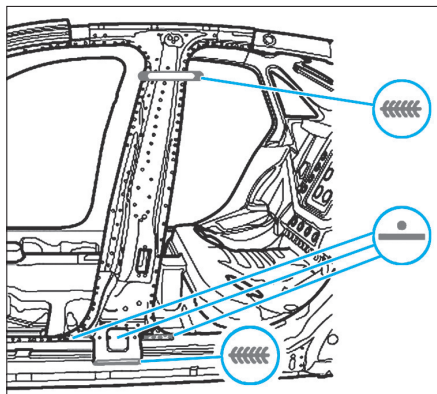

FIG. 19
- Souder la face intérieure du montant B, soudure en continu sous protection gazeuse (Fig.19).